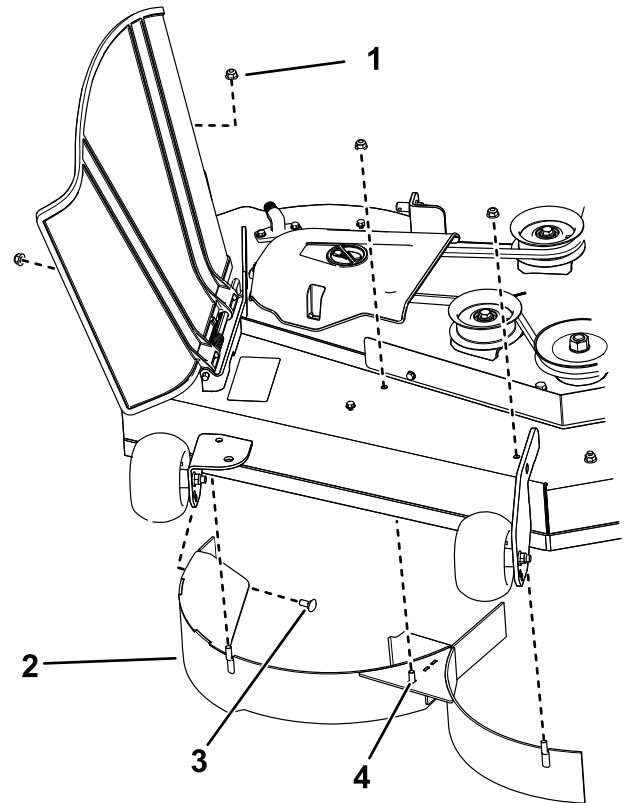

Figura 13
- Retire las 3 contratuercas (5/16") de los espárragos soldados del deflector derecho (Figura 13).
- Retire los 2 pernos de cuello cuadrado y las 2 contratuercas que fijan el deflector derecho a la carcasa y retire el deflector (Figura 13).
- Localice los 3 pernos en las piezas sueltas y utilice las contratuercas existentes para instalar estas fijaciones en los taladros utilizados para los espárragos soldados (Figura 13) para evitar que se arrojen residuos al aire.